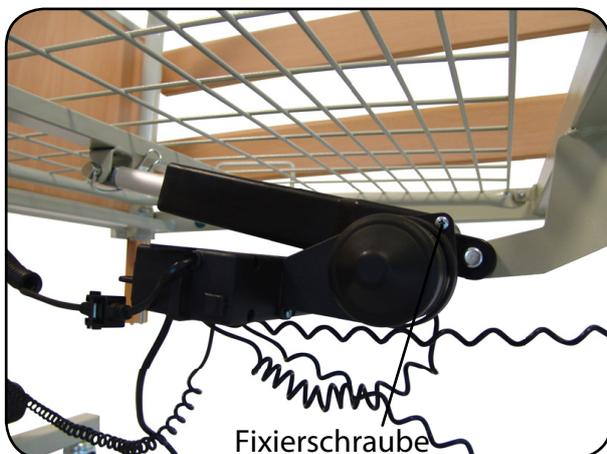

**Abb. 6.3.01 - Steuerung, Handbedienung, Netzteil aus der Kartonage entnommen**
1. Entnehmen Sie die Steuerung und die Halterung der Kartonage (Abbildung 6.3.01).